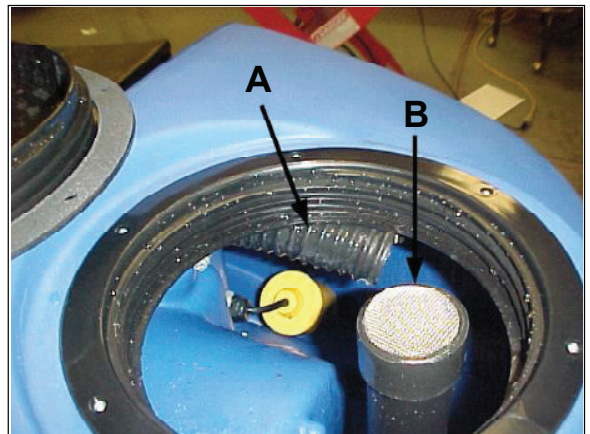

Abbildung 35
12. Eine evtl. Verstopfung des Tanks oder Rückführschlauchs durch Wasserdruckspülung beseitigen. Den Wasserschlauch in den Rückführschlauch einführen (Abbildung 35 A).
HINWEIS: Den Wasserschlauch nicht mit dem Ansaugstutzen (siehe Abbildung 35 B) verbinden. Die Maschine könnte dadurch beschädigt werden.
Der Rückführschlauch (Abbildung 35 A) befindet sich rechts neben dem Ansaugstutzen (siehe Abbildung 35 B). Der Rückführschlauch ist flexibel und kann zur Öffnung hin verschoben werden. Dies erleichtert den Zugang zum Wasserschlauch zwecks Spülung der Leitung.